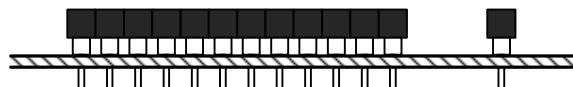

図7 シングルラインソケットの取付け方
- ④ シングルラインソケット (J1, J2) は、図7に示すように端子の止まりまでプリント基板に差し込み取付ける。